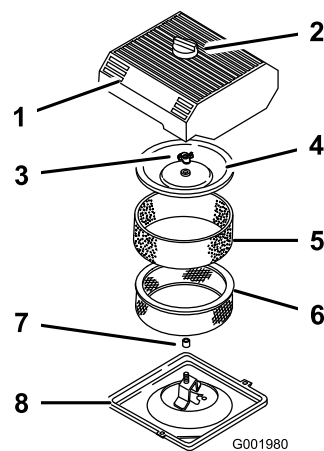

Figura 47
3. Para evitar qualquer dano, limpe à volta do filtro de ar para impedir a entrada de impurezas para o interior do motor (Figura 47).
4. Desaperte o botão existente na parte superior do filtro de ar e retire a cobertura (Figura 47).
5. Retire cuidadosamente o filtro de esponja, passando pelo filtro de papel (Figura 47).
6. Desaparafuse a porca da cobertura e retire a cobertura e o filtro de papel (Figura 47).
1. Coloque cuidadosamente o filtro de esponja, passando pelo filtro de papel (Figura 47).
3. Coloque a porca da cobertura e aperte contra a cobertura (Figura 47).
4. Coloque a cobertura do filtro de ar e o botão (Figura 47).